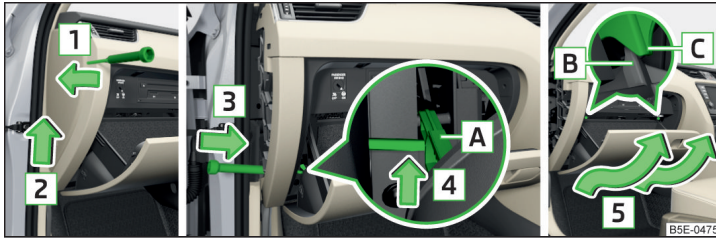

Abb. 230 Ablagefach auf der Beifahrerseite
- Einen Schraubendreher unter die Seitenabdeckung einschieben » Abb. 230.
- Die Anschlagpuffer **B** des Ablagefachs hinter die Halterungen **C** einziehen » Abb. 230.